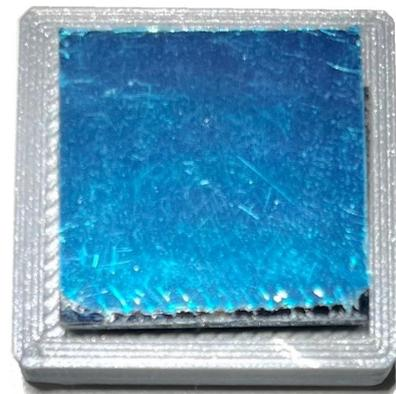

Abb. 10: Fertige Spiegelplatte
- (11) Kleben Sie den **VORDERFLÄCHENSPIEGEL (22mm x 22mm)** mittig auf das Klebepad, sodass die Seite mit der blauen Folie nach oben zeigt (Abbildung 10).